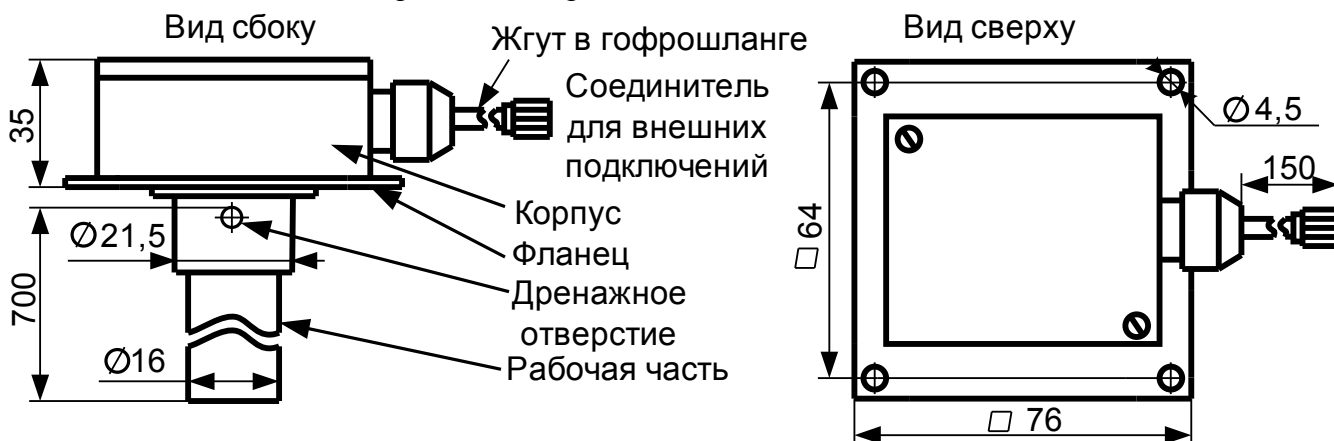
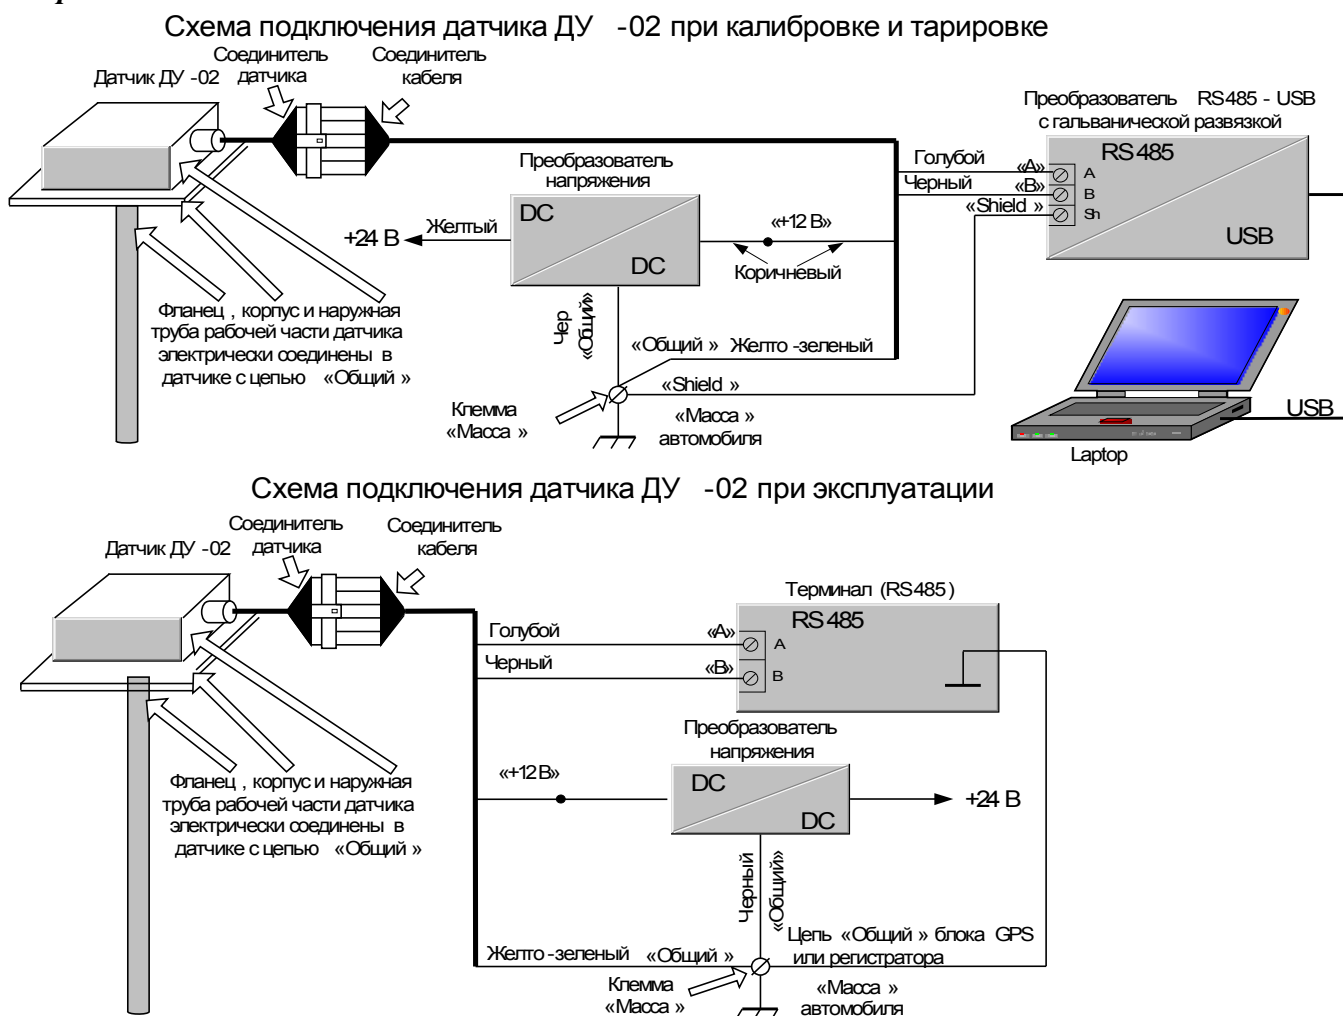

Рис.1 Габаритные и крепежные размеры датчика ДУ-02
Рис. 2. Схемы подключения датчика ДУ-02 в режимах калибровки, тарировки и штатной работы (при эксплуатации).
Внешний вид датчика приведена на рис. 1.
Длина рабочей части датчика (см. рис. 1) равна расстоянию от нижнего края наружной трубы датчика до верхнего края дренажного отверстия.
1) наружная труба рабочей части, фланец и корпус датчика (см. рис.1) электрически соединены в датчике с цепью «Общий» питания (см. рис.2)!
4.4.1 Схемы подключения датчика при калибровке, тарифовке и штатной работе (при эксплуатации) приведены - на рис. 2.
- клемма «минус» аккумуляторной батареи (при отсутствии на автомобиле общего выключателя массы) имеет надежный электрический контакт с клеммой «Масса» (см. рис. 2);
- клемма «Масса» (см. рис. 2), к которой будут подключаться цепи датчика, преобразователя напряжения и терминала, гарантированно соединена с минусовой цепью аккумуляторной батареи автомобиля или может быть подключена к ней только через общий выключатель массы, полностью отключающий аккумуляторную батарею от всех электропотребителей.
Соединение цепей «Общий» датчика, преобразователя напряжения, терминала (при штатной работе), или цепи «Shield» (при тарировке и калибровке) выполнить строго в одной точке — к винтовой клемме «Масса» (см. рис.2).
4.4.2.3 Подключить датчик в соответствии со схемой подключения, приведенной на рис. 2, с использованием штатного кабеля из комплекта поставки. **Питание +24В на стабилизатор напряжения ПСН24/12 не подавать!**
Продолжение рис. 2. Схемы подключения датчика ДУ-02 А-УУ (с аналоговым выходом) в режимах калибровки, тарировки и штатной работы (при эксплуатации).
- подключить датчик к штатному источнику питания и внешнему устройству для отображения, передачи или регистрации уровня или объема в соответствии со схемой подключения, приведенной на рис. 2 настоящего Руководства.
Ж) Выполнить подключение датчика для штатного режима работы (при эксплуатации) в соответствии со схемой подключения, приведенной на рис. 2.